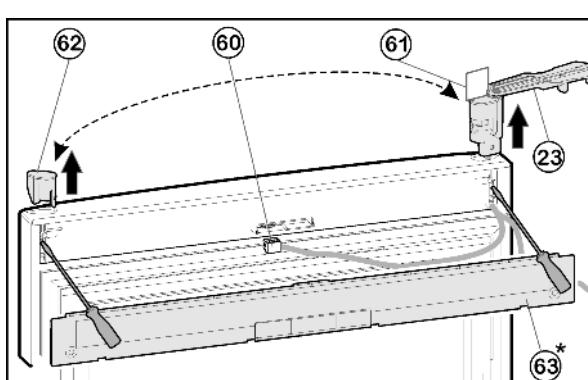

Fig. 11
- С помощью отвёртки выведете из зацепления крышку Fig. 11 (63) на дверце.
- Отсоедините разъем Fig. 11 (60).
- На верхней дверце поверните опорный кронштейн Fig. 11 (23) наружу параллельно краю дверцы.
- Отсоедините входящий в объем поставки шаблон Fig. 12 (61) от опорного кронштейна и заблокируйте им опорный кронштейн Fig. 11 (23) и втулку от поворота.
► При помощи отвертки вытолкните опорный кронштейн Fig. 11 (23) снизу и снимите с двери вместе с кабелем.
► Извлеките пробку Fig. 11 (62) снизу при помощи отвертки и вставьте на другой стороне.
► Проденьте кабель опорного кронштейна Fig. 11 (23) на противоположной стороне и установите опорный кронштейн.
► Снимите шаблон Fig. 11 (61) и закрепите на опорном кронштейне.
► Вставьте разъем Fig. 11 (60).
► Зафиксируйте крышку Fig. 11 (63) на дверце.